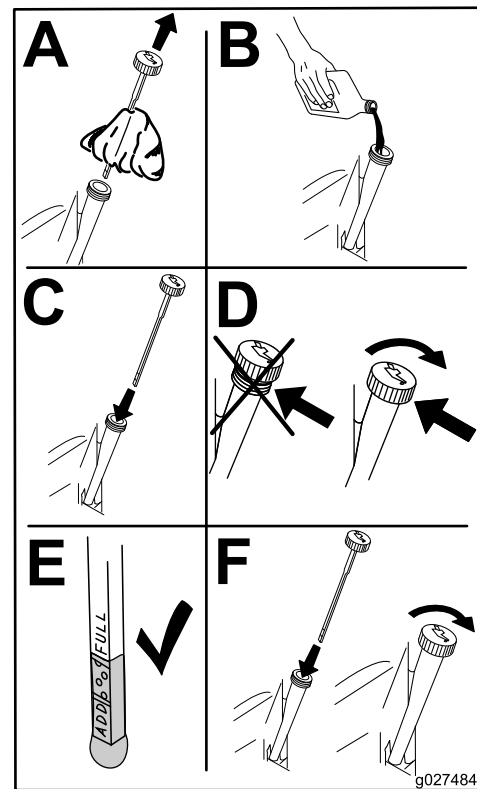

Figura 41
- Deite cerca de 80% do óleo especificado no tubo de enchimento e adicione lentamente o óleo adicional até chegar à marca **Full** (Figura 41).